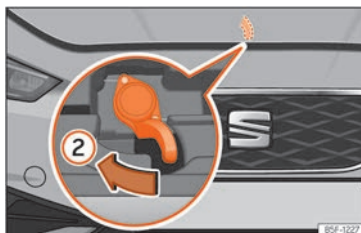

Fig. 226 Levier sous le capot.
- Pour soulever le capot moteur, appuyez vers la gauche avec la paume de la main vers le bas sur le levier situé sous celui-ci, au centre » fig. 226 ②. Les crochets de fixation sont alors déverrouillés.